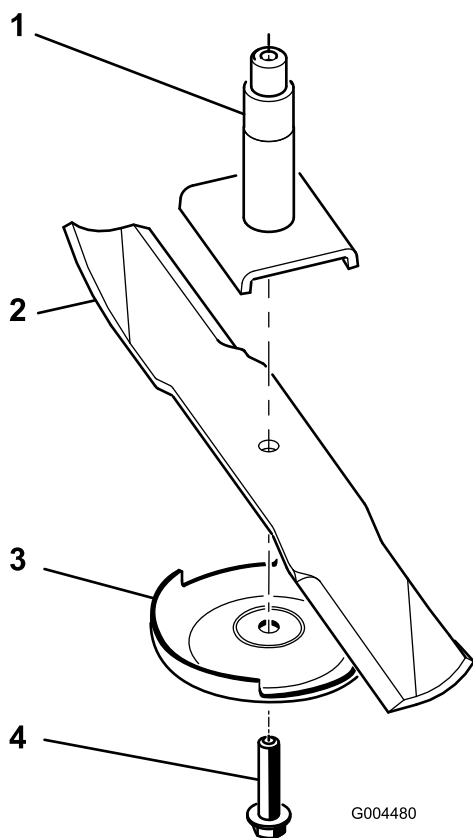

Рисунок 29
Примечание: Если нож остается в горизонтальном положении, значит нож сбалансирован и его можно использовать. Если нож не сбалансирован, удалите некоторое количество металла только с конца области крыла (Рисунок 29). Повторяйте эту процедуру до тех пор, пока нож не будет сбалансирован.
2. Снимите болт ножа, защитную пластину и нож с вала шпинделя (Рисунок 29).
1. Установите нож на шпиндель (Рисунок 29).
2. Установите защитную пластину и болт ножа (Рисунок 29).